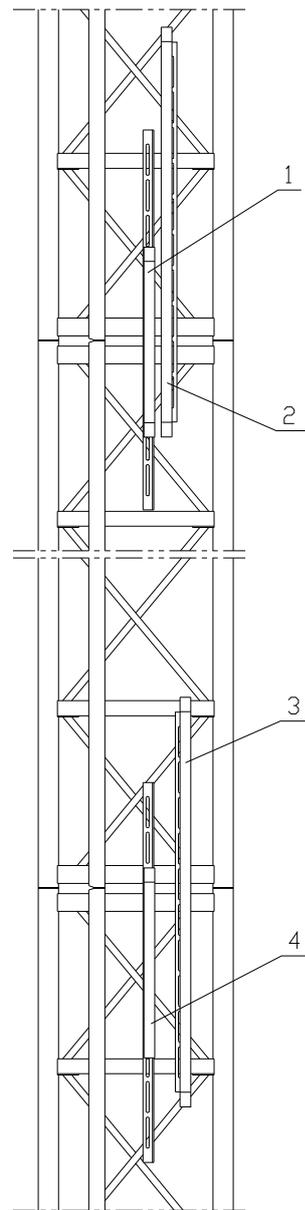

图 2.5
- (9) 再安装 4~5 个标准节，并安装好附墙架（第二道附着安装在第一道以上 4.5 m 处，以后附墙架每间隔 4.5 米安装一次，也可根据实际情况在 4.5m 左右调整）；
- (10) 接通电源，确保各个动作准确无误后，应首先将各限位碰和极限碰块装好（图 2.5），以防止吊笼撞底或冒顶；
- (11) 上减速/上限位碰块和上极限碰块的安装位置：应保证吊笼满载向上运行时，上减速开关触及该碰块而动作时先减速上行，至上限位开关触及该碰块停车后，驱动架与安装站笼之间留有 250mm 的距离；上极限碰块的安装位置应保证上限位开关动作后距极限开关仍有 100mm 的距离且极限开关动作后驱动架与安装站笼之间的距离不小于 100mm。
- (12) 下减速/下限位碰块和下极限碰块的安装位置：应保证吊笼满载向下运行时，下减速开关触及该碰块而动作时先减速下行，至下限位开关触及该碰块停车后，吊笼底和底护栏入口基本平齐，此时极限开关距离下极限碰块还有一段距离。下极限碰块的安装位置应保证极限开关在下限位开关动作之后动作且吊笼不能撞缓冲簧；
- (13) 限位开关及极限开关调整合适后，便可进行导轨架接高及附着架安装作业；
- (14) 安装底护栏、下电箱及护栏联锁；调整护栏门机电连锁，使之可靠。